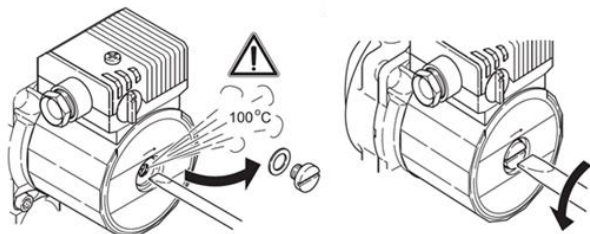

Рисунок 33. Проверка вала насоса
14.4 В начале отопительного сезона перед запуском прибора необходимо выполнить промывку предохранительного клапана – повернуть поворотную крышку в направлении стрелки (см. рис. 33).